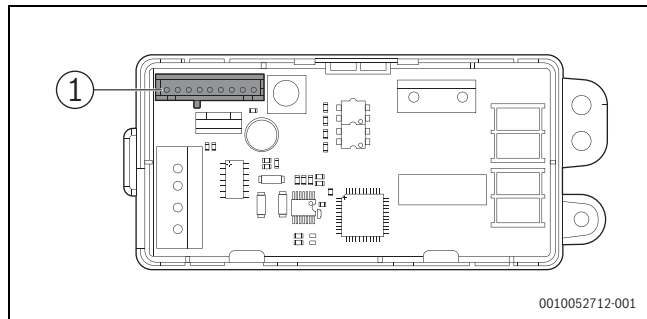

Fig. 1
1. Insertar un extremo del cable del kit de comunicación en el borne de conexión CN1 ampliado de la placa adaptadora de comunicación (fig. 1).